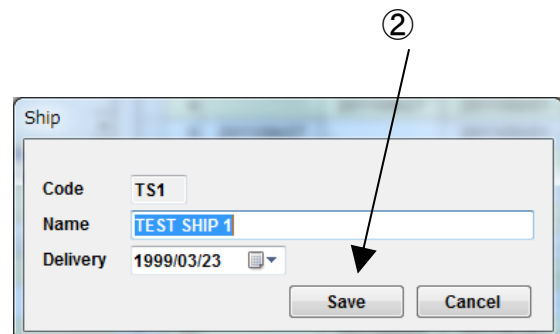

図 15-2 Ship ダイアログ
- ② “”船名(Name)”及び”就航日(Delivery)”を入力し [Save] ボタン (図 15-2)をクリックしてください